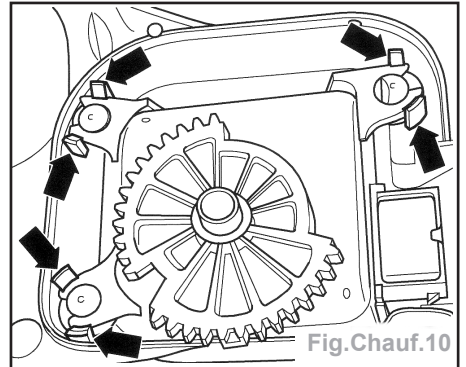

Fig.Chauf.10
- Débrancher la fiche (2).
- Tirer le support (1) et le servomoteur dans le sens de la flèche jusqu'à ce que les segments dentés ne soient plus en prise.
- Pousser vers le bas les bloqueurs extérieurs du support (1) en haut (flèches) et retirer le support avec le servomoteur.
- Désolidariser le servomoteur de son support (Fig.Chauf.10).